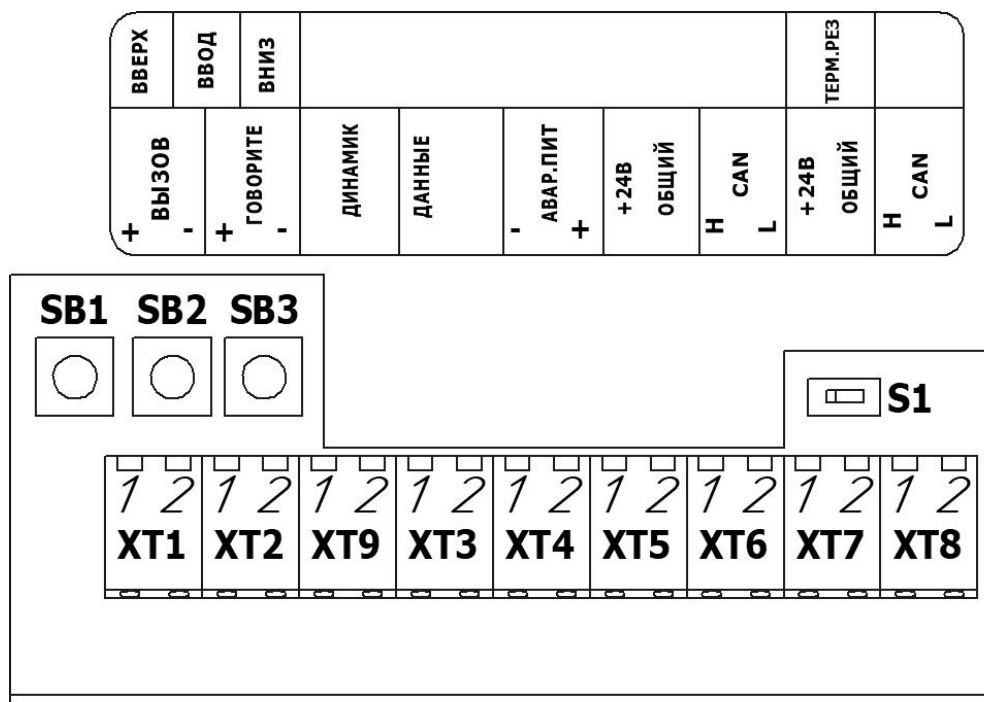

Рис.1. Расположение разъемов и органов управления
7.2 Выполнить подключение разъемов ХТ1-ХТ8 устройства в соответствии с таблицей 1. Расположение разъемов показано на рис.1.